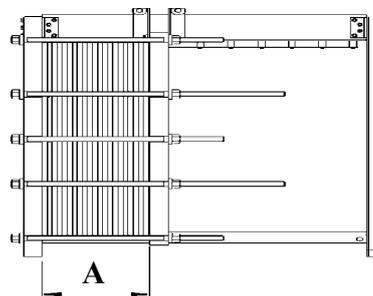

Рис. 11 Размер А – это расстояние между пластинами
8.1.8 Если при испытаниях обнаружены наружные течи воды, необходимо плавно поджать стяжные болты до устранения течи, в пределах диапазона сжатия пластин (размер А рис. 11).
9.2.4 Измерить размер А пакета пластин (рис.11) и сравнить с табл. 1